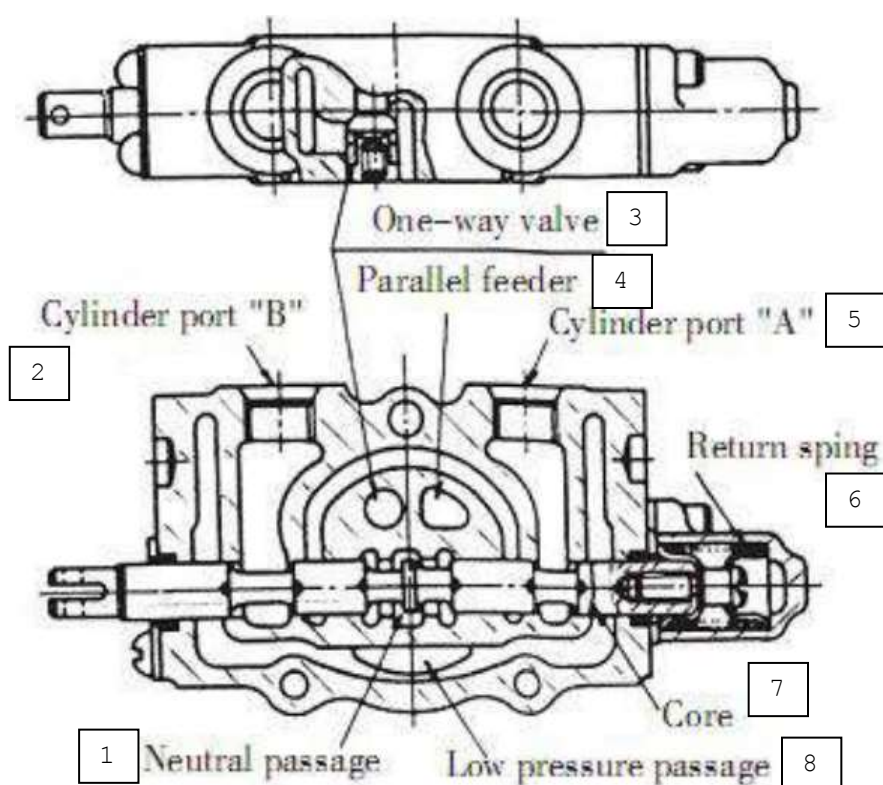

Рис. 7.2. Нейтральное положение:
(1) Нейтральное положение (см. Рис. 7.2).